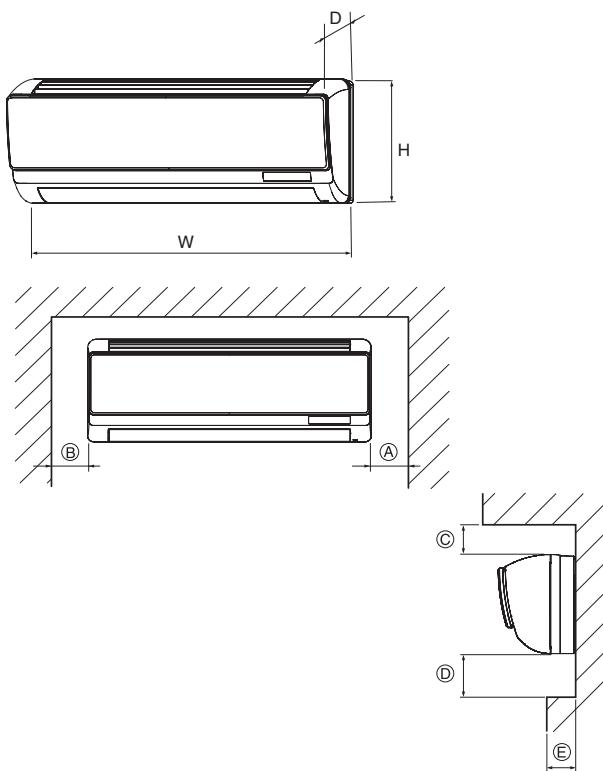

Fig. 2-1
①	Soporte de fijación en la pared	1	Fijado a la parte trasera de la unidad Paquete envuelto
②	Tornillo roscado 4 × 25	8
③	Cinta de fieltro	1
④	Cable del mando a distancia MA	1
⑤	Cable del receptor inalámbrico	1
⑥	Abrazadera	1
⑦	Sujetador	1
⑧	Cable	1
2.1. Dimensiones exteriores (Unidad interior) (Fig. 2-1)